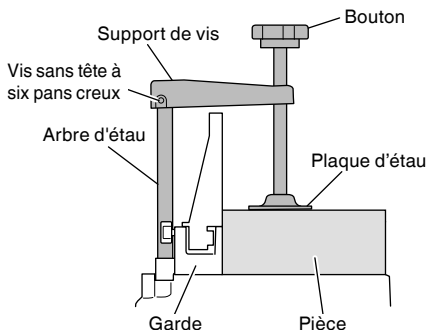

Fig. 24
- (1) L'étau d'assemblage peut être monté sur la base.
- (2) Tourner le bouton supérieur et fixer solidement la pièce en place (Fig. 24).